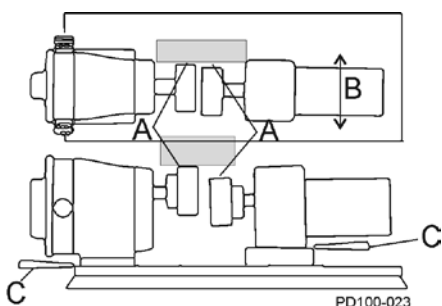

Figura 20: Comprobación de la alineación del paralelismo
2. Con el uso de un calibrador en el punto "A" en la Figura 20, determine la dirección y la magnitud del desplazamiento necesario (Figura 20, renglón B).